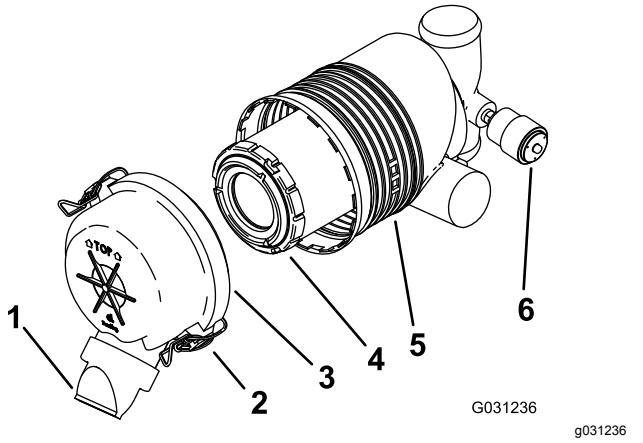

Figure 47
**Important:** Faites l'entretien du filtre à air uniquement quand l'indicateur de colmatage est rouge (Figure 47). Changer le filtre à air prématurément ne fait qu'accroître le risque de contamination du moteur par des impuretés quand le filtre est déposé.
4. Déverrouillez le filtre à air et détachez le couvercle du boîtier du filtre (Figure 47).
1. Sortez l'élément filtrant du boîtier du filtre à air avec précaution (Figure 47).
- Posez l'élément filtrant avec précaution (Figure 47).
- Reposez le couvercle du filtre à air, le côté portant l'inscription « TOP » en haut, et fermez les dispositifs de verrouillage (Figure 47).